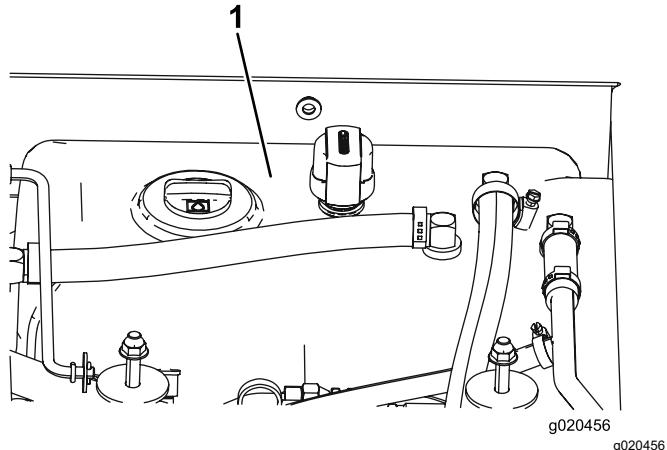

Figura 79
- Llene el depósito (Figura 79) con fluido hidráulico; consulte Comprobación del fluido hidráulico \(página 70\).